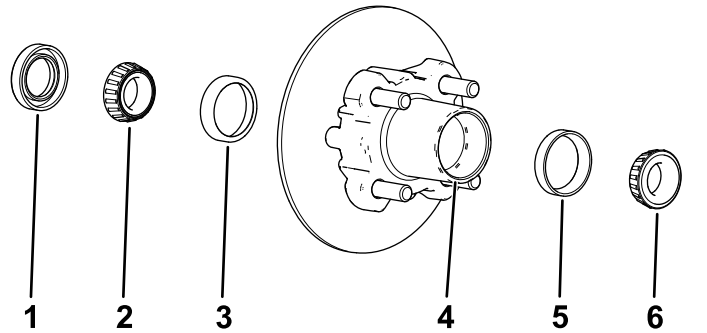

Figura 35
- Retire el cojinete exterior y el anillo de rodadura del cubo (Figura 35).
- Retire la junta y el cojinete interior del cubo (Figura 35).
- Limpie el hueco del cubo para eliminar cualquier resto de grasa, suciedad y residuos (Figura 35).
- Llene el hueco del cubo hasta un 50-80% de su capacidad con grasa del tipo especificado (Figura 35).
- Monte el cojinete interior sobre el anillo en el lado interior del cubo e instale la junta (Figura 35).